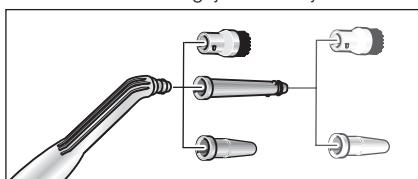

Fig. 6: Accesos adicionales para la boquilla de chorro concentrado
- Con el fin de aumentar el rendimiento de limpieza al trabajar con la boquilla de chorro concentrado (D1), puede utilizarla junto con el tubo de prolongación (D2), el cepillo circular (D3) o la boquilla para aumentar la velocidad de salida del vapor (D4) (véase la fig. 6). Para ello, coloque las entalladuras del accesorio adicional sobre los salientes de la boquilla de chorro concentrado. Gire el accesorio adicional hasta el tope en el sentido de las agujas del reloj.